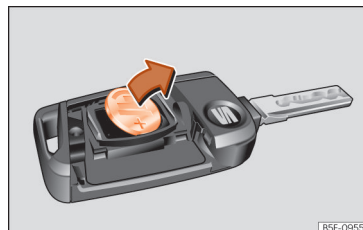

Abb. 48 Fahrzeugschlüssel: Batterie herausnehmen.
- Batterie mit einem geeigneten dünnen Gegenstand aus dem Batteriefach hebeln »» (Abb. 48).
- Drücken Sie eine neue Batterie in das Batteriefach ein »» ①.